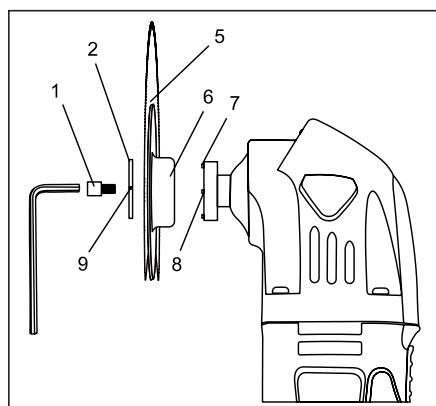

Fig. 2
2. Puneți lama (5) al suportului accesoriu (Fig. 2).